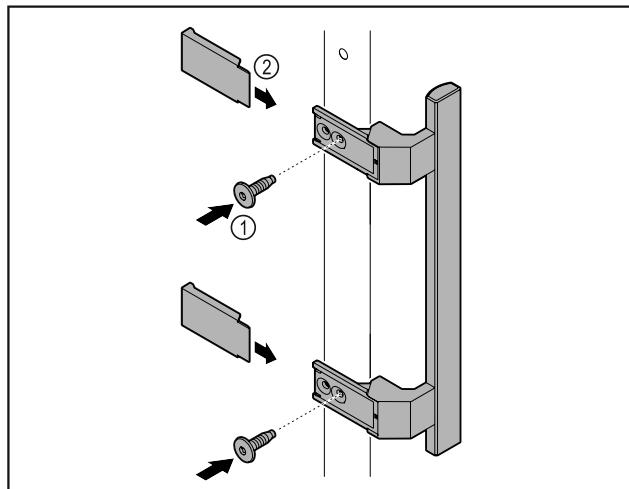

Fig. 8
- Upevnite držadlo z príslušenstva na dvere pomocou priložených skrutiek Fig. 8 (1).
- Nasadiť kryt Fig. 8 (2).